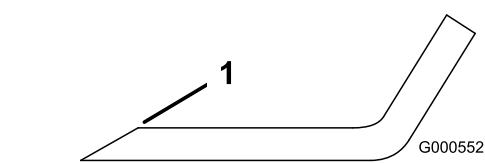
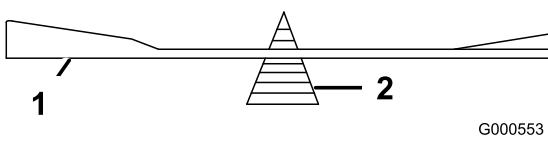

Figura 46
Figura 47
2. Controllate l'equilibrio della lama posizionandola su un bilanciatore (Figura 47). Se la lama rimane in posizione orizzontale, è bilanciata e può essere utilizzata. Se la lama non è bilanciata, limate del metallo soltanto dalla costa (Figura 46). Ripetete la procedura finché la lama non è perfettamente bilanciata.